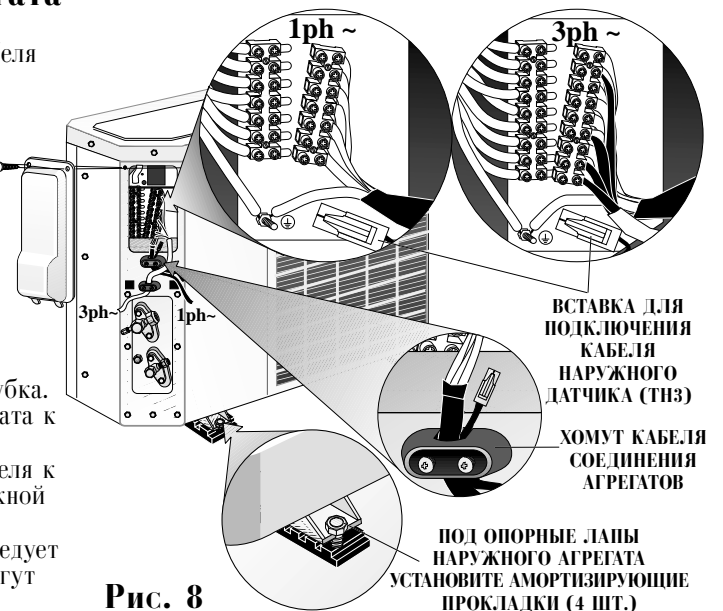

Рис. 8
- Закрепите ножки наружного агрегата на основании, как показано на рис. 8. Для предотвращения вибрации установите под ножки резиновые амортизаторы, входящие в комплект.
- Специальным хомутом, показанным на рис. 8, закрепите электрический кабель соединения агрегатов на корпусе наружного агрегата.